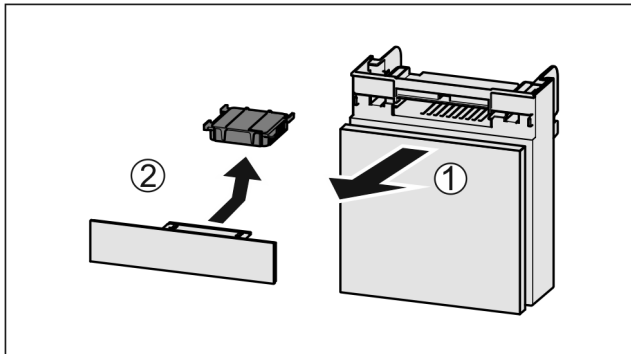

Fig. 81
- ▶ Zásuvku vytáhněte dopředu Fig. 81 (1).
- ▶ Filtr s aktivním uhlím vyjměte Fig. 81 (2).